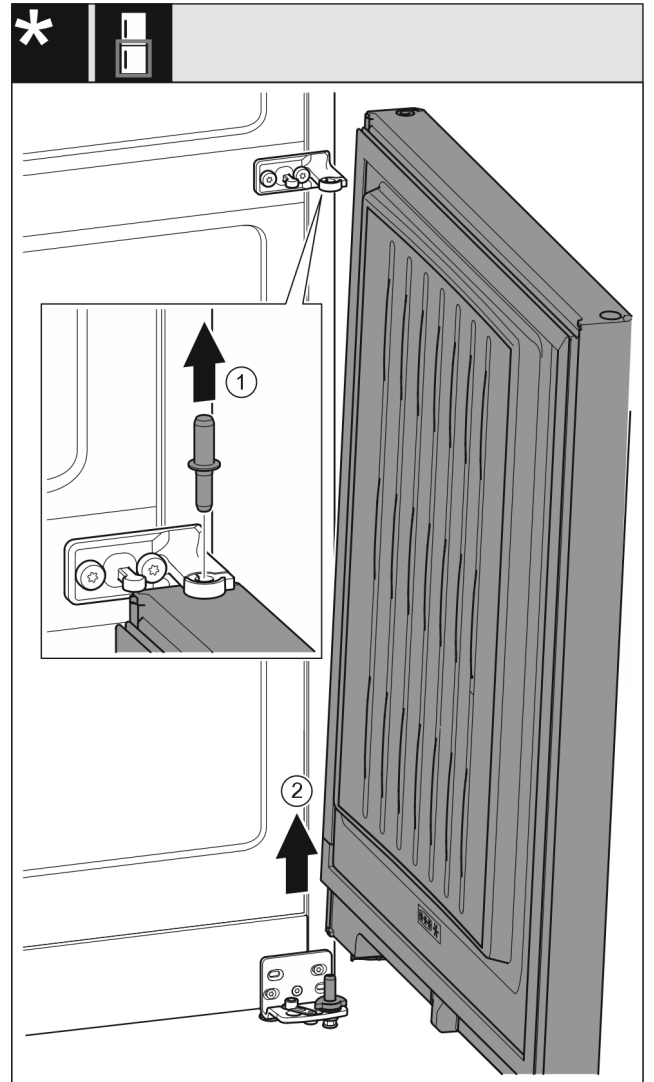

Fig. 9
- ▶ Vedä pultti Fig. 9 (1) ylöspäin ulos.
- ▶ Käännä ovi Fig. 9 (2) ulos, vedä ylöspäin ja aseta sivuun.